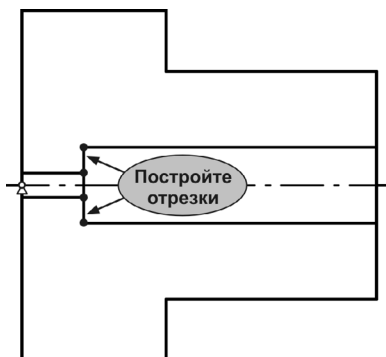

Рис. 66.13.
- 16.4. Постройте два дополнительных отрезка, как это показано на рис. 66.13.